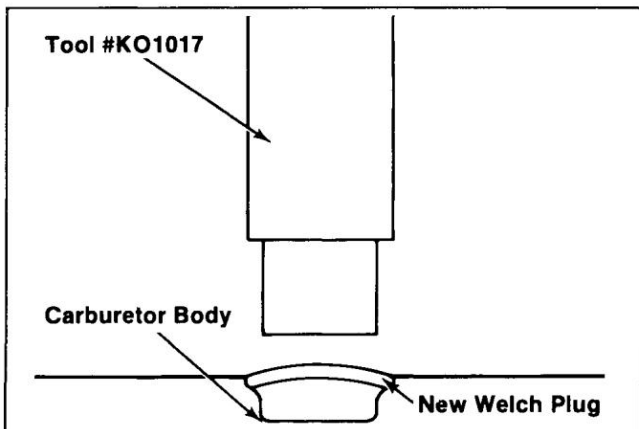

Figure 6-29. Installation des bouchons Welch.
- B. Placez un nouveau bouchon Welch dans la cavité avec la partie surélevée vers le haut. Utilisez l'extrémité de l'outil qui a à peu près la même taille que le bouchon et aplatissez le bouchon. Ne forcez pas le bouchon sous la surface supérieure. Reportez-vous à la Figure 6-29.